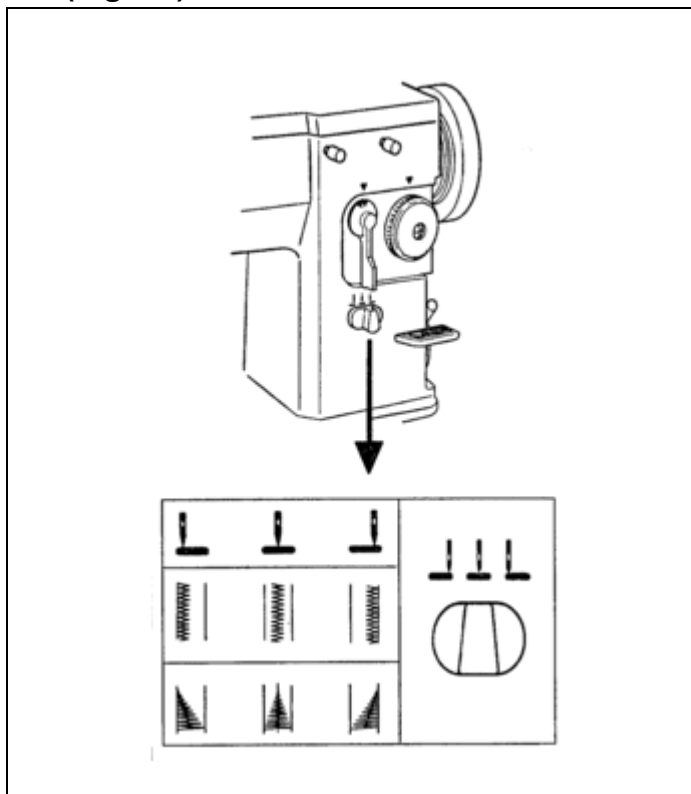

Fig. 21
16. SELEÇÃO DA POSIÇÃO DA AGULHA (Fig. 21)
O ajuste da posição da agulha a esquerda, no centro e à direita, estão disponíveis para utilização de pontos retos e ziguezague (fig. 21).